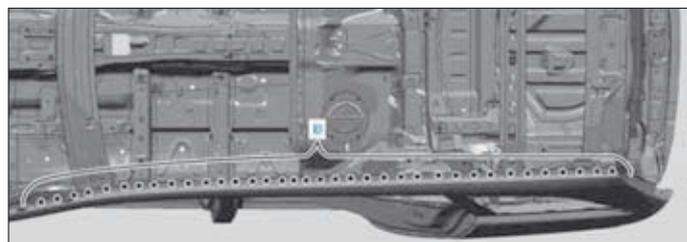
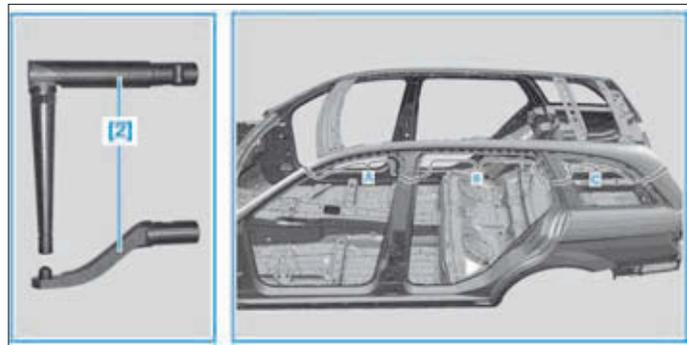

FIG. 165
FIG. 164
- Souder dans les zones (A, B, C et D) (Fig.164) et (Fig.165) :